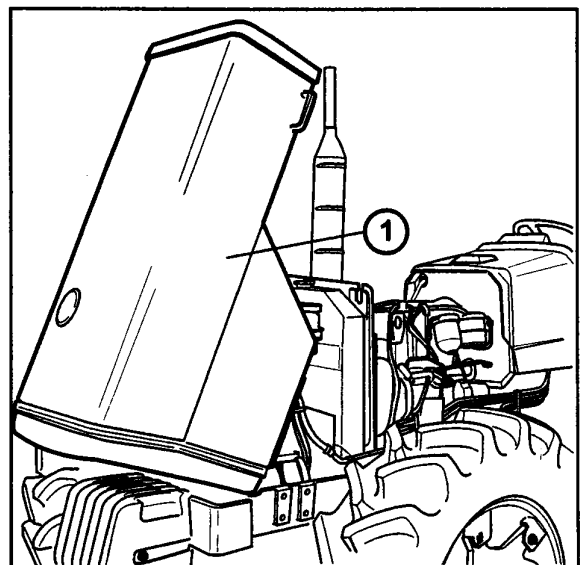

Fig.5-3 - Apertura del capot motor.
Para acceder a los componentes del motor y efectuar inspecciones, lubricaciones y mantenimiento, puede resultar necesario abrir el capot (1) Fig. 5-3
Apertura capot motor (Fig.5-3)